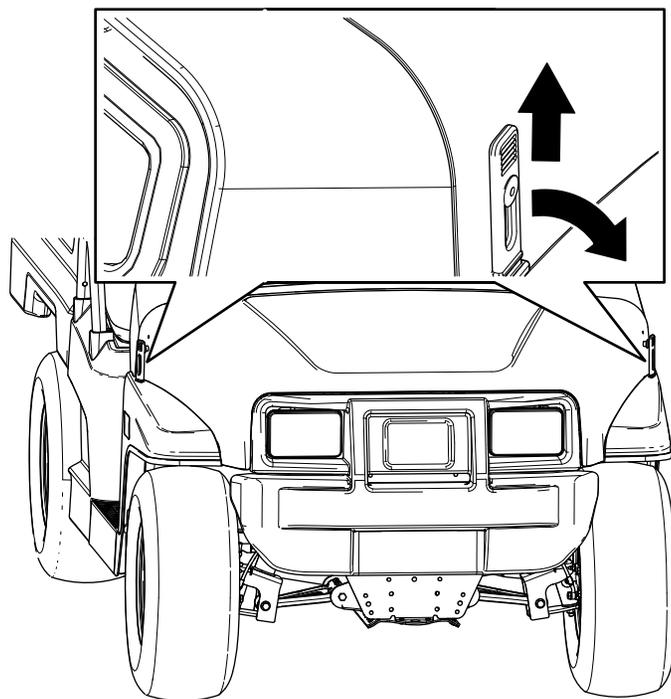

图 25
1. 向上提起机罩两侧橡胶门锁上的手柄 图 25。
2. 将橡胶门锁与机罩两侧的锁锚对齐固定机罩 图 25。